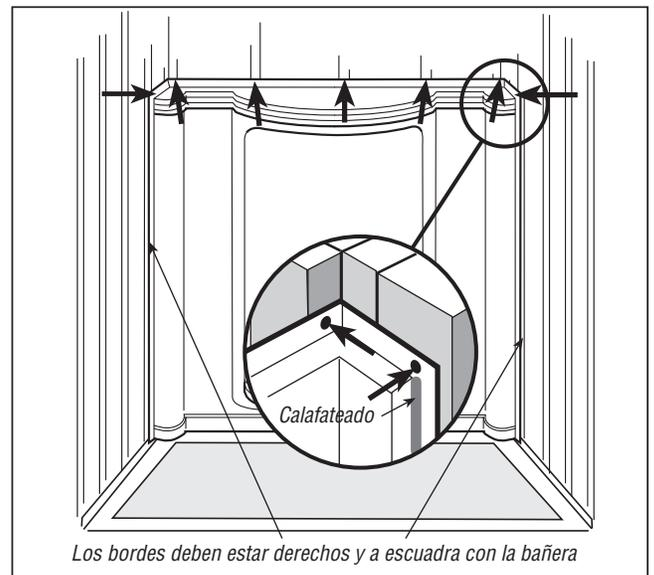

Figura 4
- 4** Marque y perfore un agujero de 3/16" en el centro del ala de fijación en la parte superior del panel en el centro de cada viga (Figura 4). Verifique que el ala de sujeción vertical de cada lado esté derecha y a escuadra con la bañera (puede necesitar torcer el ala de sujeción con la mano para enderezarla). Martille clavos galvanizados de 3/4" para techo en las vigas de la pared a través de cada agujero para fijar los paneles de la pared. Coloque una capa de sellador a lo largo de la superficie vertical delantera del panel posterior que tiene las ranuras para los ganchos de los paneles laterales (Figura 4).